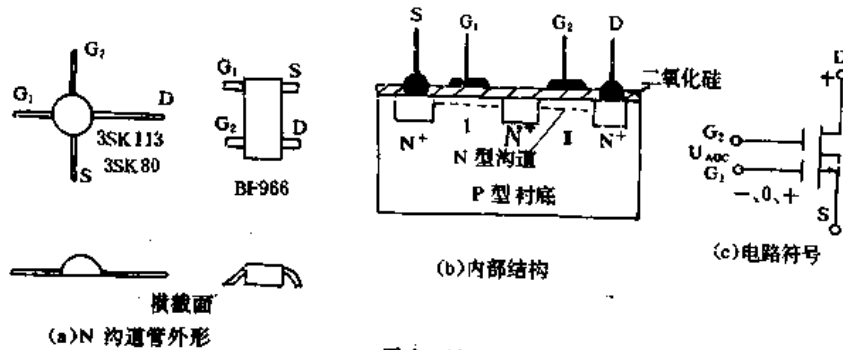

图9-16
目前在电视机高频调谐器(高频头)中被大量采用。双栅MOS管的外形、内部结构和电路符号如图9-16所示。作为放大器使用时,直流供电与单栅管相同(见图9-16(c)标示),第一栅极 $G_1$ 一般加高频信号,也称信号栅,第二栅极 $G_2$ 加AGC控制电压,也称控制栅,它的两个栅极都能控制漏极电流 $I_D$ 。双栅管具有良好的AGC特性,线性动态范围宽,抗交叉调制性能强。对双栅管(耗尽型)的测试方法如下:
(2)判断好坏。万用表仍置 $R \times 100$ 档,测得D-S极间电阻在几百欧至几千欧范围,说明沟道良好,若是很大或很小,说明沟道开路或击穿损坏;万用表拨到 $R \times 10k$ ,如图9-16(b)结构可知,分别测量 $G_1-G_2, G_1, G_2-D, G_1, G_2-S$ 极间的电阻均为无穷大属正常,反之管子损坏。